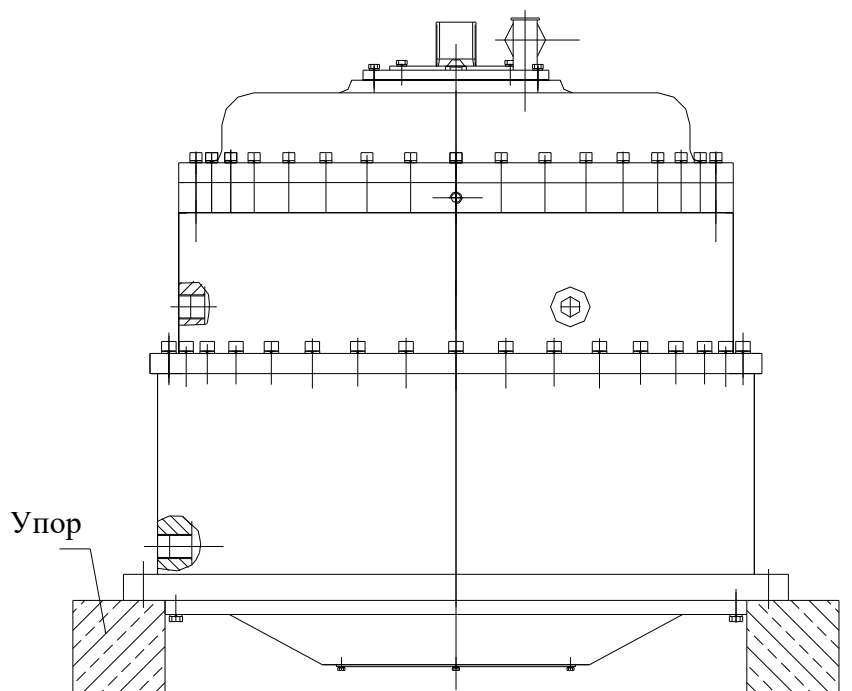

Рисунок 12-6. Колодки (упоры) для размещения редуктора хода
15. Снимите с гусеничной рамы редуктор и установите на колодки (см. рисунок 12-6).